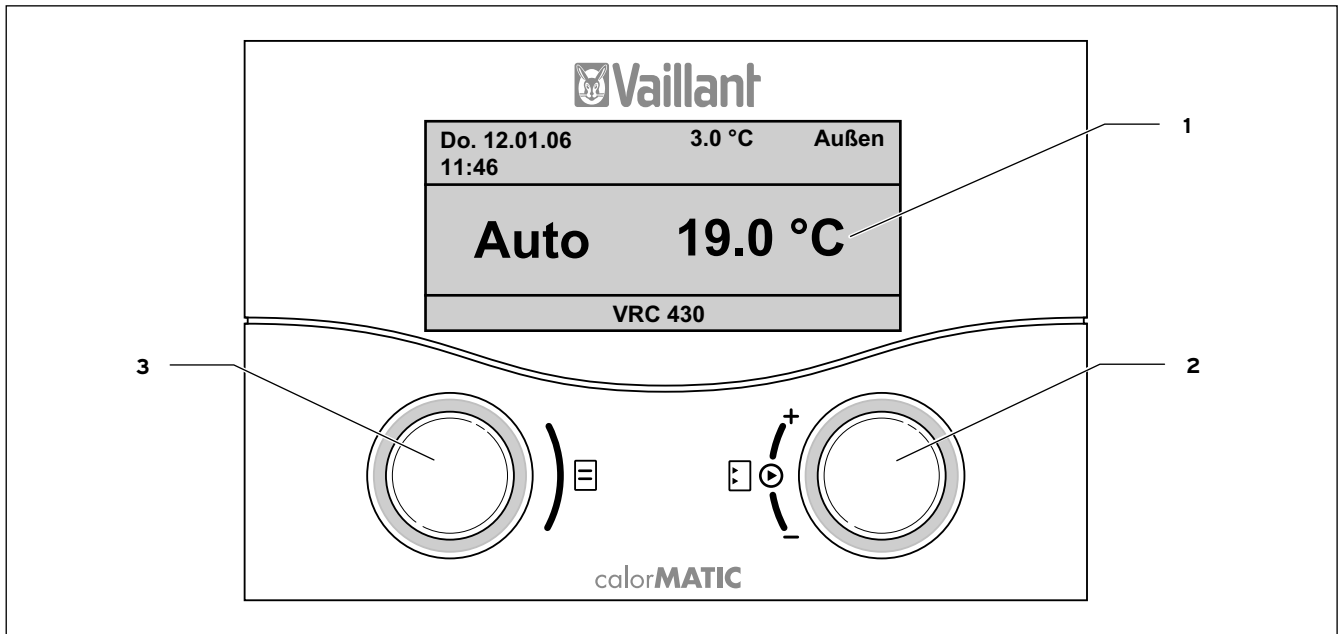

Abb. 4.1 Übersicht Bedien- und Anzeigefront
Abb. 4.1 zeigt im Display die vereinfachte Grundanzeige. Die vereinfachte Grundanzeige liefert folgende Informationen:
- vereinfachte Grundanzeige (Abb. 4.1)
Die beiden Einsteller (Abb. 4.1, Pos. 2 u. 3) funktionieren nach dem Vaillant Prinzip „Dreh und Click“.